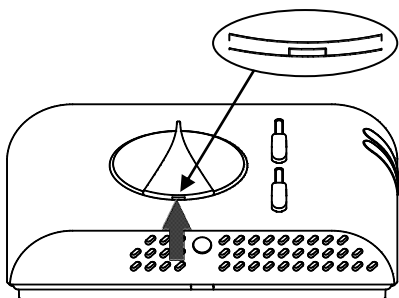

Fig. 3
- 2** Déplacer les deux glissières complètement vers le bas et placer le bouton rotatif sur 20°C ; soulever ensuite le bouton rotatif en faisant levier à l'aide d'un tournevis dans la fente prévue à cet effet et signalée par une flèche sur la Fig. 3, en faisant attention à ne pas griffer la calotte.